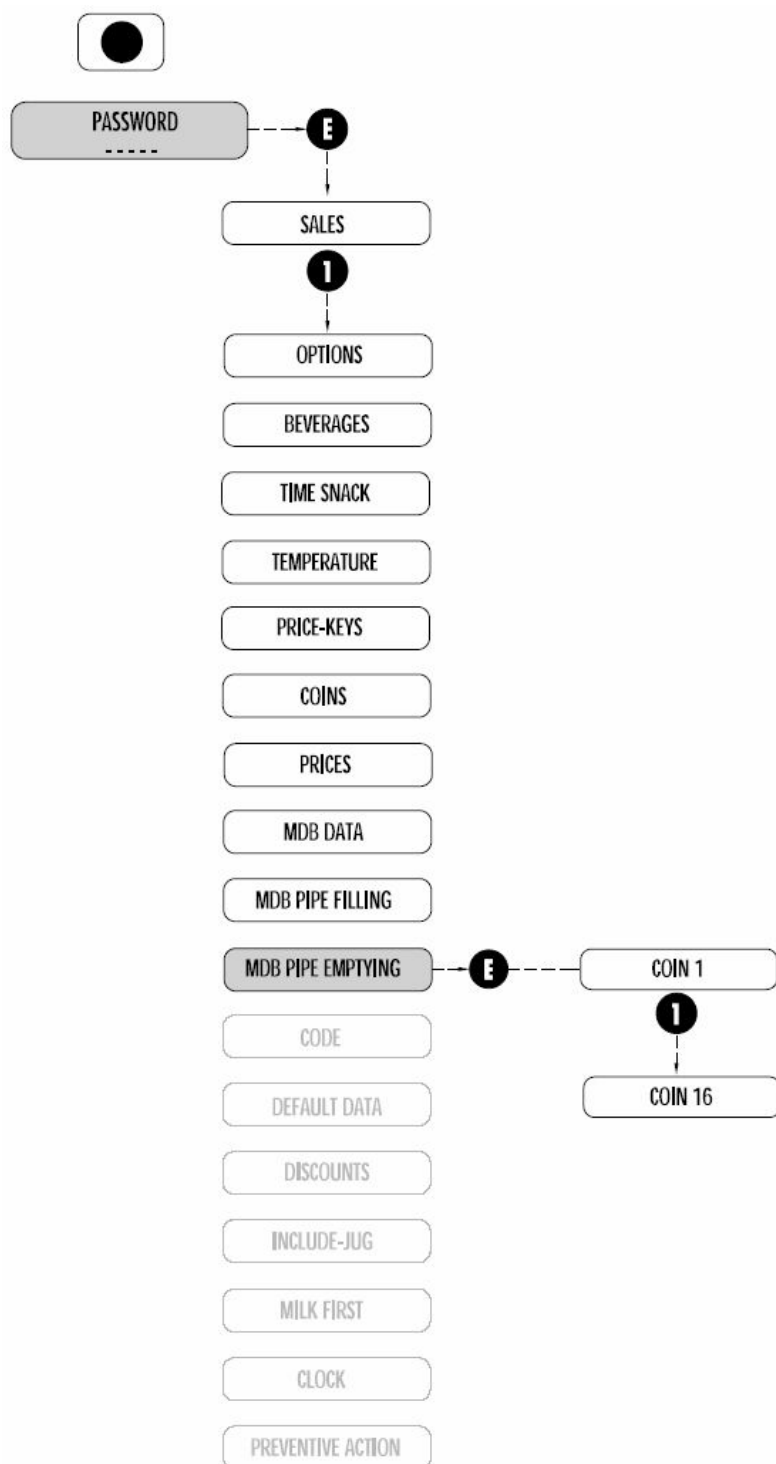

Рис. 7.14
7.2.11 ОПОРОЖНЕНИЕ МОНЕТОПРИЕМНИКА (Рис. 7.14)